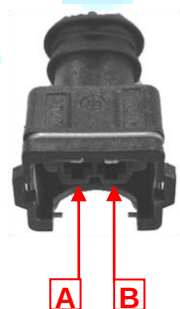

Fig.1
- ✓ **Cod. SA144** se il positivo degli iniettori benzina è sul PIN A e il negativo è sul PIN B così come indicato in **fig.1**
- ✓ **Cod. SA144INV** se il positivo degli iniettori benzina è sul PIN B e il negativo è sul PIN A così come indicato in **fig.1**